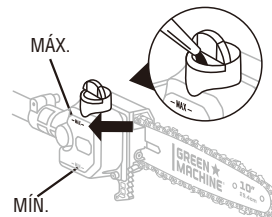

Fig.5B
3. Llene el depósito de aceite con aceite para cadenas. El nivel de aceite debe estar por encima del límite "MÍN." y por debajo del límite "MÁX." (Fig. 5B)